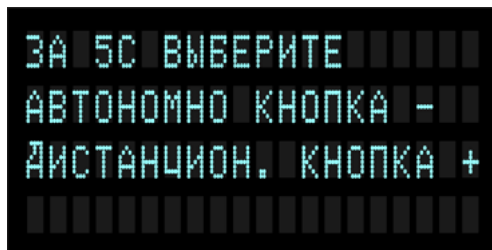

Рисунок 4 - Информационный экран меню выбора
5.3.4 Информационный экран меню выбора (Рис. 4.). Предлагает выбор способа управления работой генератора: автономно – посредством кнопок на передней панели или дистанционно – от компьютера.